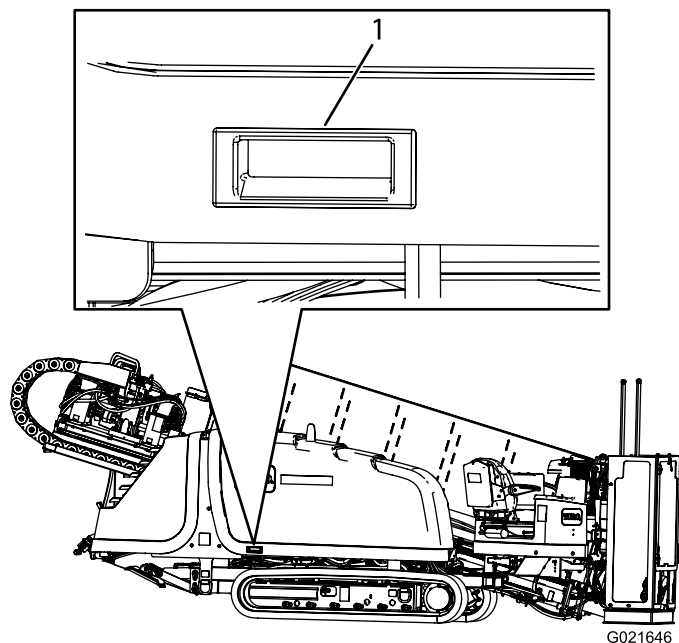

Figure 59
3. Tirez la poignée, comme montré à la Figure 59.